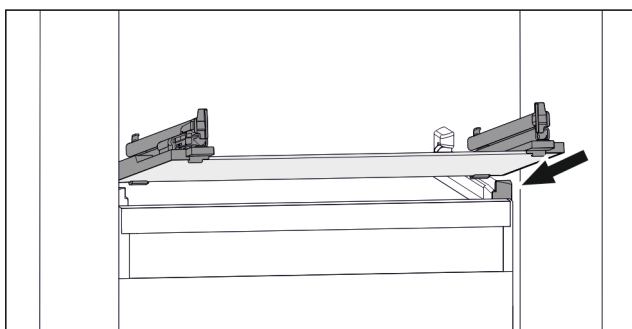

Fig. 107 Příklad znázornění skleněné desky
- Nasad'te skleněnou desku šikmo za zářážky. (viz Fig. 107)